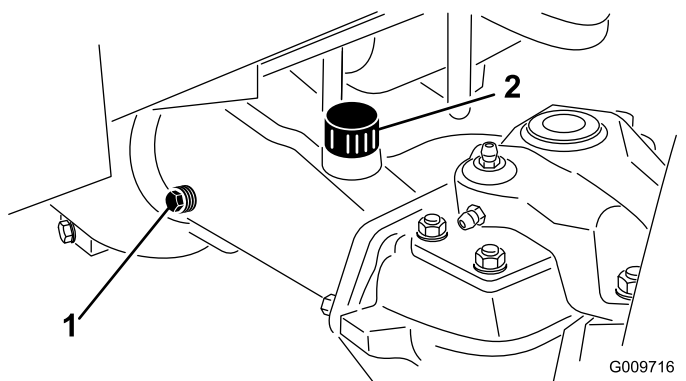

図 50
2. アクスルの一方の端部から点検用プラグ 図 50 を抜き、穴の高さまで潤滑油があることを確認する。
注 量が不足の場合は、給油プラグ 図 50 をはずして補給する。